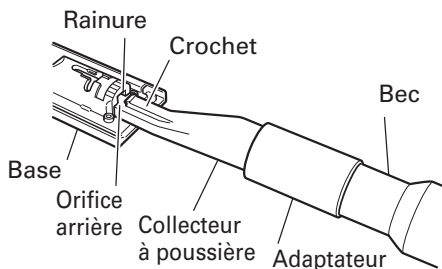

Fig. 21
- (6) Insérer le collecteur à poussière dans l'orifice arrière de la base jusqu'à ce que le crochet s'enclenche dans la rainure. (Fig. 21)
- (7) Appuyer sur le crochet pour retirer le collecteur à poussière.